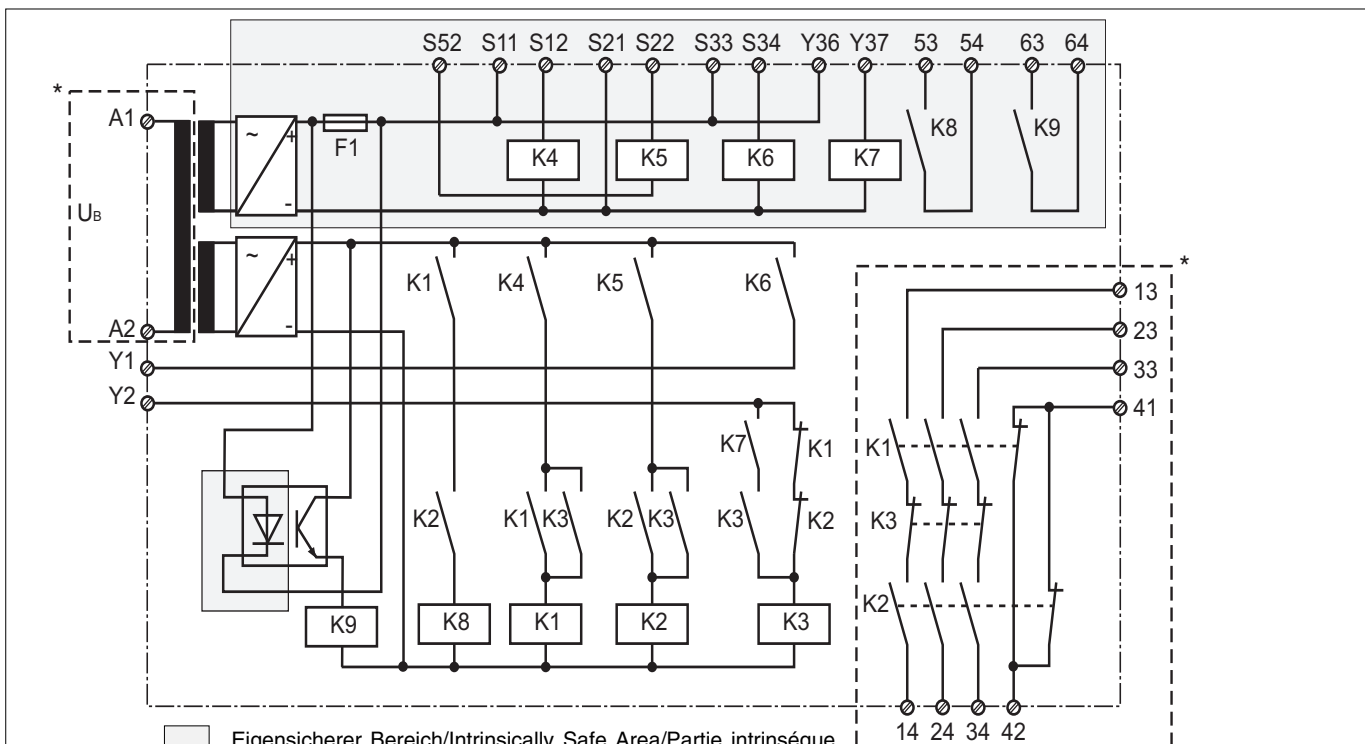

Fig. 1: Schematisches Schaltbild/Connection Diagram/Schéma de principe
Das Schaltgerät PNOZ Ex dient dem sicherheitsgerichteten Unterbrechen eines Sicherheitsstromkreises. Es ist in einen eigensicheren und einen nicht eigensicheren Bereich unterteilt (s. Fig. 1). Nach Anlegen der Versorgungsspannung, Brücken von Y1-Y2 und S33-S34 geht Relais K3 in Wirkstellung.
The relay PNOZ Ex provides a failsafe interruption of a safety circuit. It consists of two parts: intrinsically safe and non-intrinsically safe areas (see Fig. 1). When the operating voltage is supplied, Y1-Y2 and S33-S34 are linked, relay K3 energises.
Le bloc logique PNOZ EX assure de façon sûre l'ouverture d'un circuit de sécurité. Il est composé d'une partie intrinsèquement sûre et d'une partie normale (voir fig. 1). Dès que la tension d'alimentation est présente et si les bornes Y1-Y2 et S33-S34 sont pontées, le relais K3 colle.
- Der Ex-Schutz wird nur erreicht, wenn alle Bedienelemente, die an den nicht eigensicheren Bereich (s. Fig. 1) angeschlossen sind, in einem Ex-geschützten Raum montiert werden. Für die Anschlusselemente des eigensicheren Bereichs ist kein Ex-Schutz notwendig.
- La protection Ex n'est obtenue que si les éléments de commande raccordés à la partie non intrinsèque du relais (voir fig. 1) sont montés dans un boîtier Ex. Pour les éléments raccordés à la partie intrinsèque du relais, aucune protection Ex n'est nécessaire.